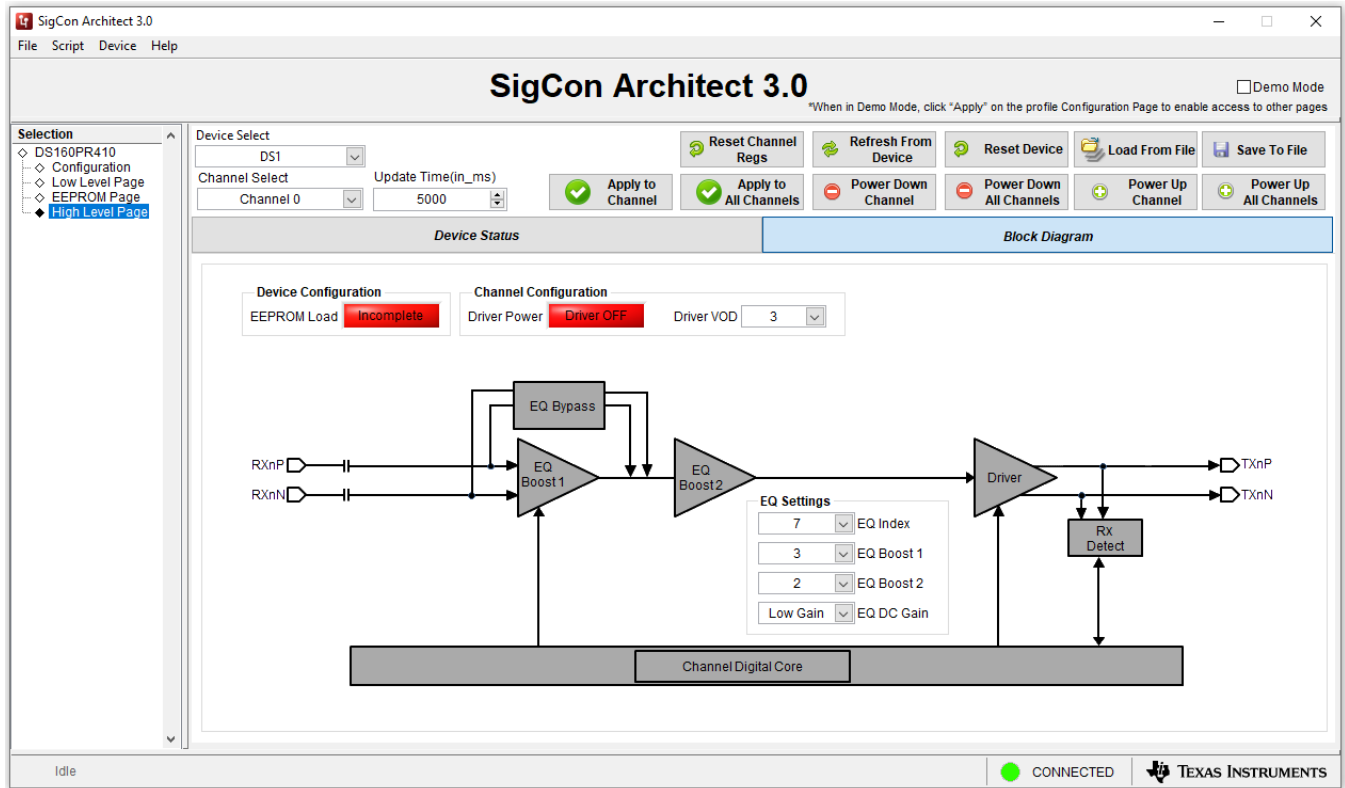

Figure 2. SigCon Architect DS160PR410 High Level Page
11. In the DS160PR410 High Level Page, select Block Diagram as shown in Figure 2.